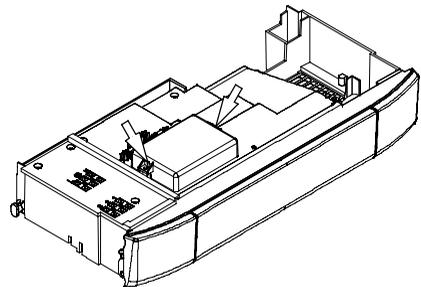

fig. 5.18
Svitare le viti e rimuovere il coperchio copri morsetteria fig. 5.18
- Togliere le due viti indicate in fig. 5.18 e aprire il coperchio della morsetteria collegamento sonda esterna e comando remoto.